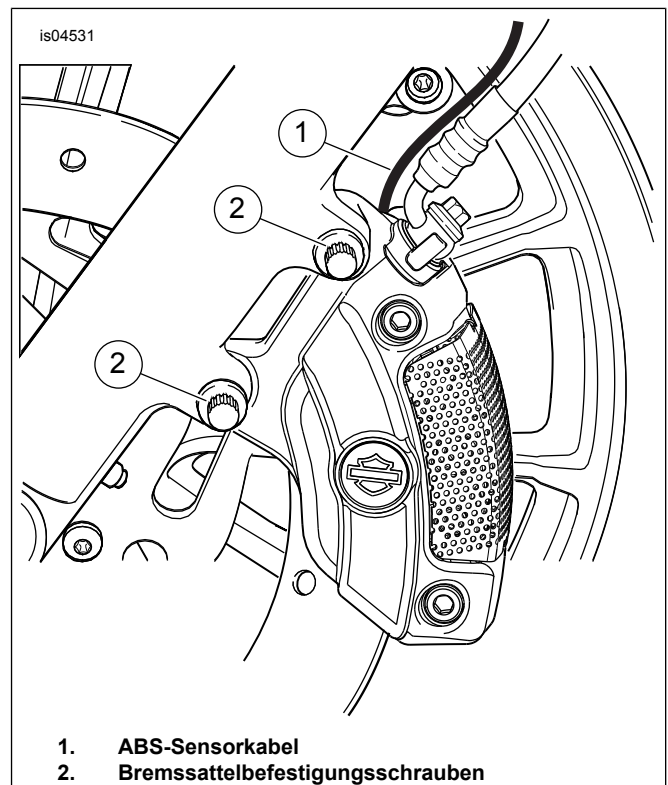

Abbildung 1. Bremssattel und Befestigungsschrauben
3. Siehe Abbildung 1. Den Lenker ganz nach rechts einschlagen. Von der linken Seite dem ABS-Sensorkabel (1) vom Bremssattel zur Verkleidung folgen und das Kabel abklemmen.